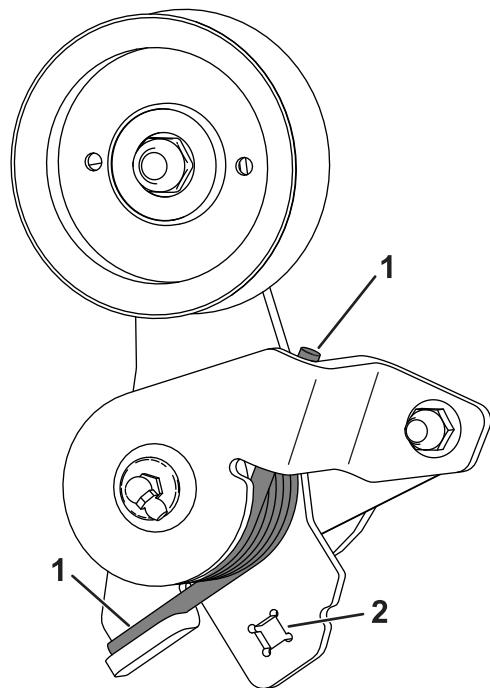

Figure 7
- 4. Installez les extrémités du ressort comme montré à la Figure 7.
- 5. Introduisez un rochet de $\frac{3}{8}$ " dans le carré du bras de la poulie de tension, tournez le bras et chaussez la courroie sur la poulie de tension (Figure 7).